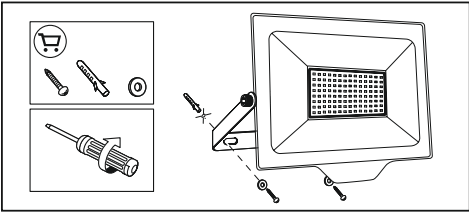

Рис. 1
- 5.11 Разместить и просверлить два отверстия для установки лиры на поверхности стены или любой другой поверхности согласно отверстиям на лире (рис. 1).